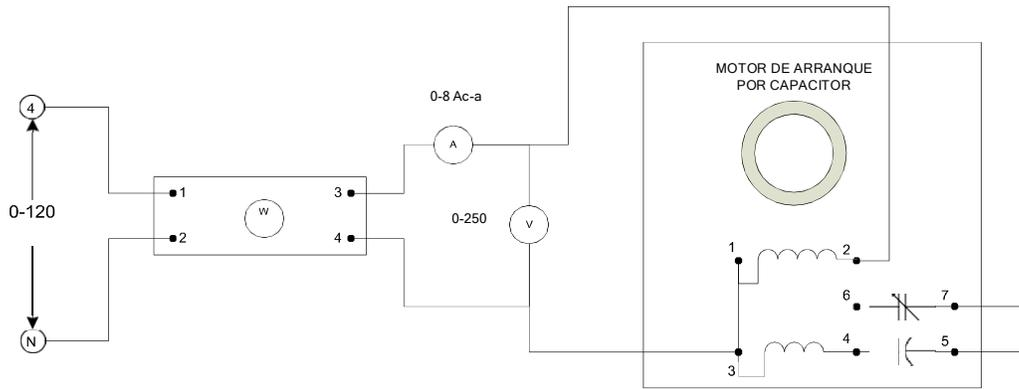

FIGURA 4
6.- Conecte el circuito de la figura 4 utilizando los módulos de wattmetro, electrodinamómetro y medición de c. a. Observe que el módulo está conectado con un motor normal con arranque por capacitor.